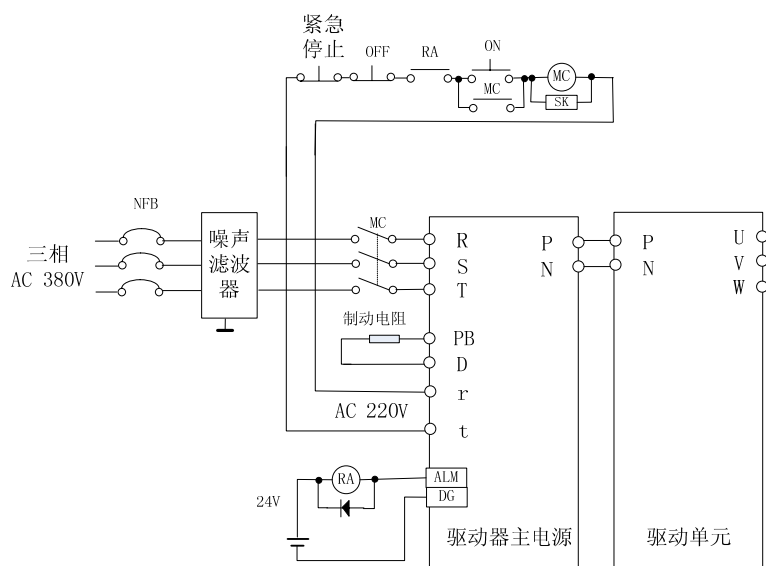

图 7-1 电源模块接线图
- 必须接入一个紧急停止电路, 确保发生故障时, 电源能立即停止 (参见图 7-1)。
电源连接请参照图 7-1, 并按以下顺序接通电源: